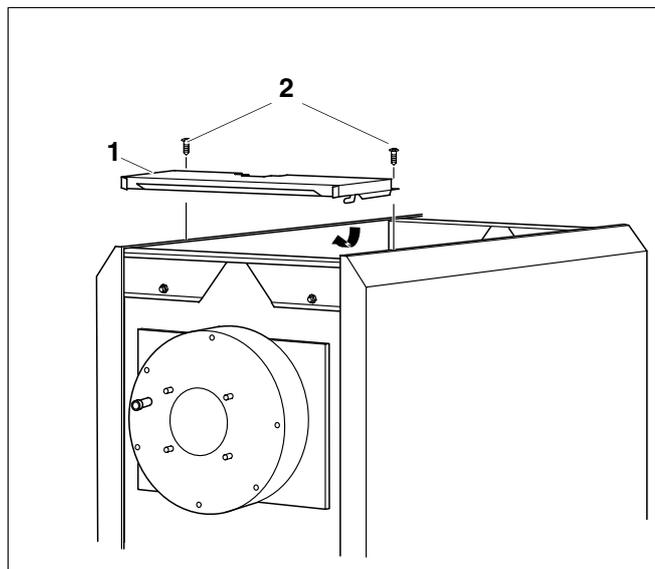

Fig. 16 Montaggio della copertura anteriore della caldaia
- Posizionare la copertura anteriore della caldaia (fig. 16, **pos. 1**) in alto sopra il bordo ripiegato del pannello laterale e tirarla in avanti, fino a che i ganci a destra e a sinistra non scattino in posizione nelle apposite fessure.
- Avvitare a fondo la copertura anteriore della caldaia alle traverse laterali, inserendo 2 viti autofilettanti (fig. 16, **pos. 2**) attraverso i bordi ripiegati della copertura della caldaia e dei pannelli laterali.